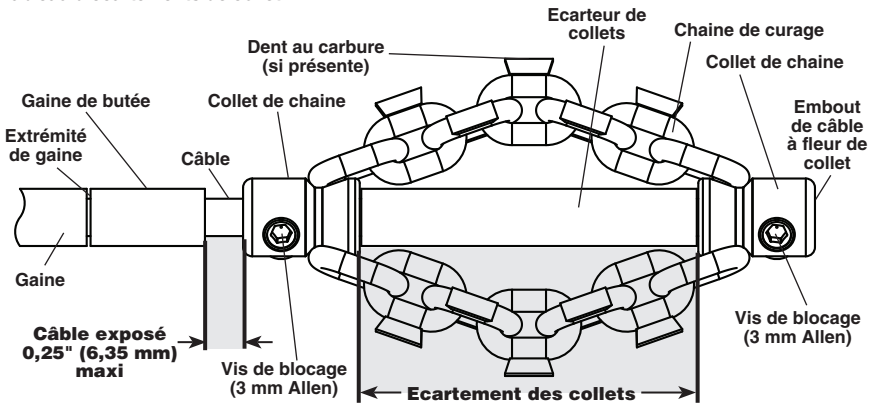

Figure 7 – Montage et réglage des chaînes de curage
2. La Figure 7 est un schéma du montage et réglage appropriés de la chaîne de curage. Cela nécessite deux opérations particulières.
- Montez à blanc la chaîne de curage, sa gaine de butée et son écarteur de collets sur le câble comme indiqué à la Figure 7. Les maillons de chaîne doivent être alignés. Ne jamais monter de chaîne dont les maillons sont désalignés. Assurez-vous que l'embout de câble se trouve à fleur du collet de chaîne afin de limiter son usure prématuré.
- Une fois la chaîne de curage correctement montée sur le câble comme indiqué à la Figure 7, serrez les vis de blocage des collets à l'aide de la clé Allen fournie. À défaut d'un serrage suffisant des vis de blocage, la chaîne de curage risquerait de glisser et endommager le câble, voire s'échapper dans la conduite.